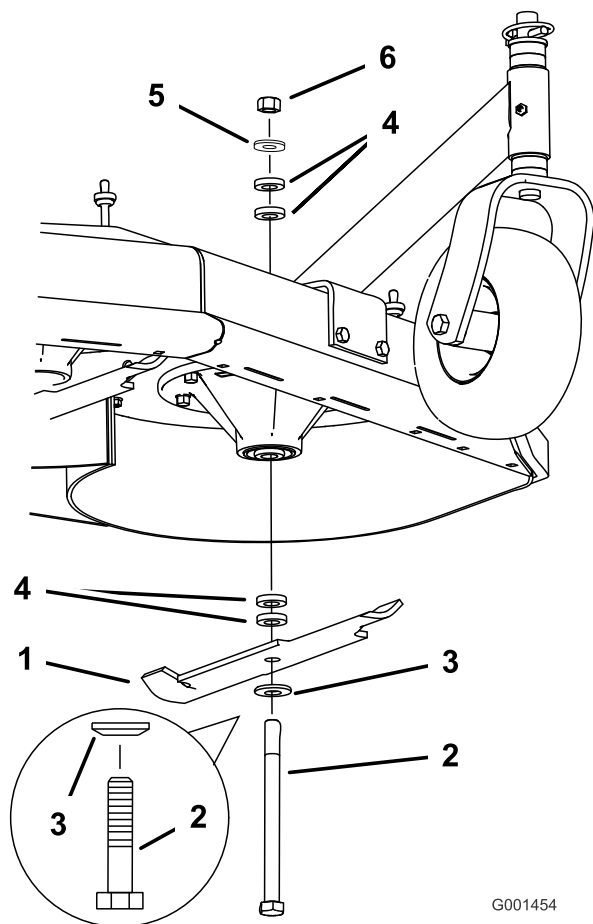

Figure 67
- Enlevez de l'axe, l'écrou, le boulon de lame, la rondelle bombée, la lame, les entretoises et la rondelle mince (Figure 67).
- Placez la rondelle bombée puis la lame sur le boulon. Choisissez le nombre correct d'entretoise(s) pour la hauteur de coupe, et insérez le boulon dans l'axe (Figure 67).
- Posez la ou les dernière(s) entretoise(s) et fixez-la ou les en place avec une rondelle mince et un écrou (Figure 67).